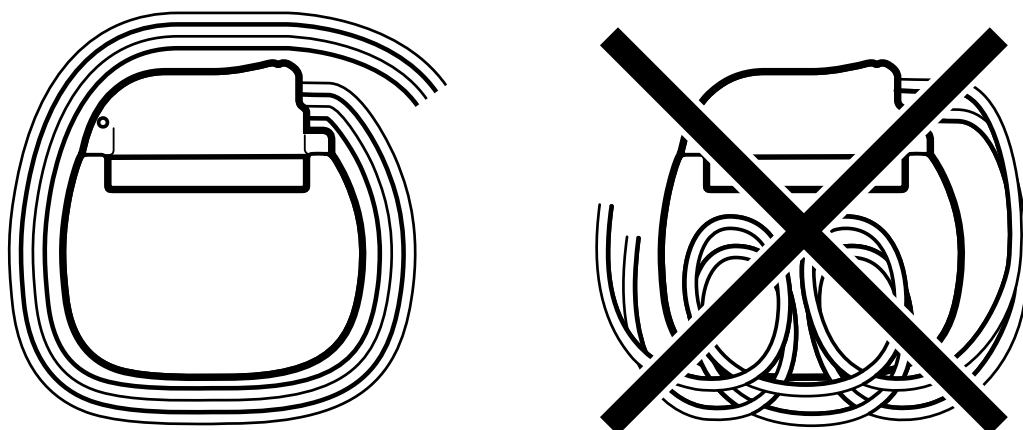

Figure 3. Enroulement du surplus d'extension ou d'électrode autour du neurostimulateur (ou derrière).
- Ne pas enrouler la longueur excédentaire d'extension ou d'électrode sur le dessus du neurostimulateur. Enrouler le surplus d'extension ou d'électrode autour du neurostimulateur (Figure 3) ou derrière, afin de réduire les risques de détérioration en cas de remplacement chirurgical du neurostimulateur, pour éviter que l'extension ou l'électrode ne s'entortille et pour réduire les risques d'interférences lors des transmissions par télé-métrie ou lors du chargement de la pile.